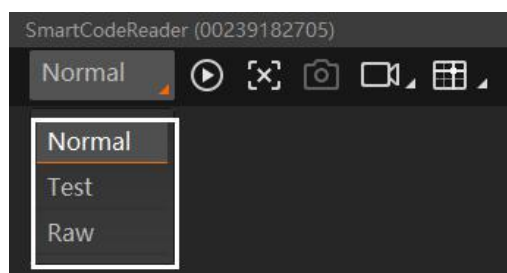

图 2-6 运行模式设置
3. 通过“预览窗口”区域左上角下拉选择设备的运行模式，运行模式分为 Test、Normal 和 Raw 共 3 种，如图 2-6 所示。